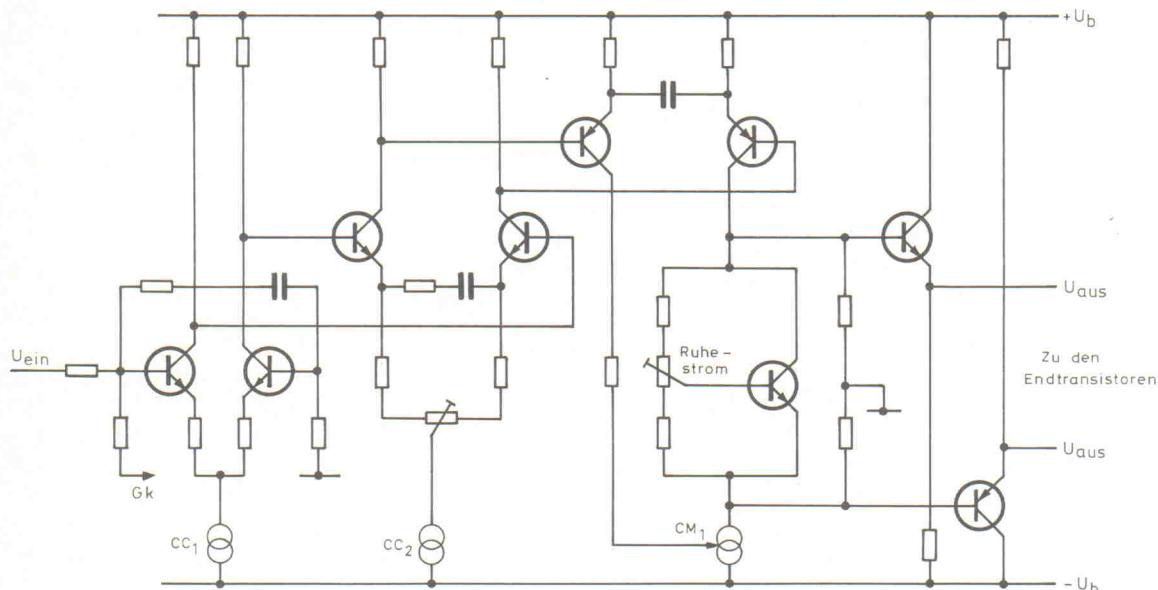
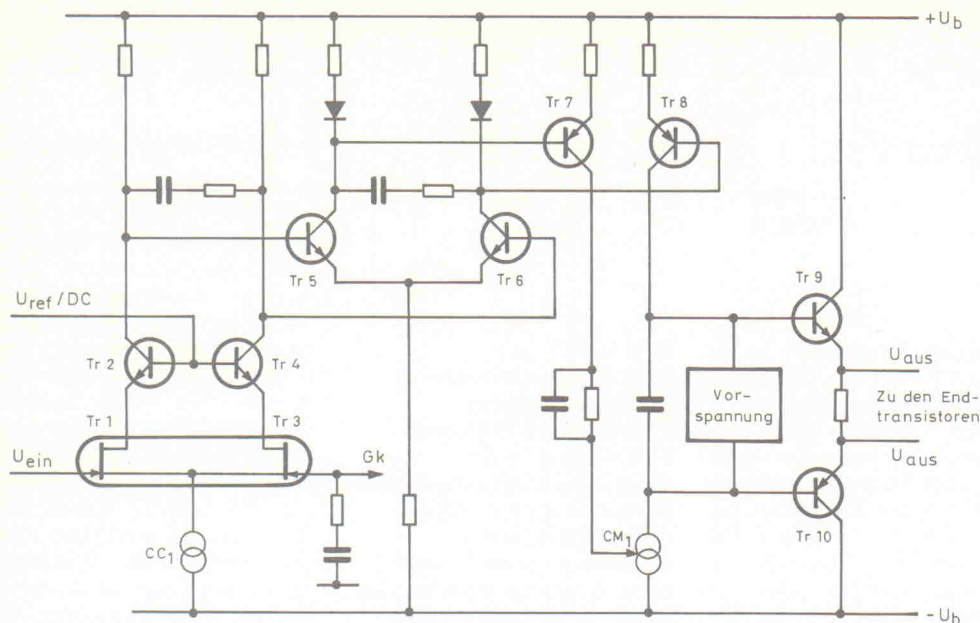

Bild 2. Schaltungskonzept eines hochwertigen Verstärkers von Lohstroh und Otala mit hoher Verstärkung und Bandbreite.
Bild 3. Pioneers M-90, eine kommerzielle Entwicklung, die auf der Schaltung von Bild 2 basiert.
fen erreicht werden. In einem recht frühen Schaltungsentwurf von Lohstroh und Otala (1), der in Bild 2 gezeigt ist, wird diese Technik verwendet. Allerdings addieren sich die Phasenfehler der aufeinanderfolgenden Stufen und verschlechtern dadurch die Schleifenstabilität der Gesamtschaltung. Nichtsdestotrotz werden derartige Schaltungen kommerziell verwendet: Die in Bild 3 schematisch dargestellte Schaltung des Leistungsverstärkers M-90 von Pioneer zeigt starke Ähnlichkeiten mit dem Entwurf von Lohstroh/Otala. Dieser Schaltungsentwurf zeigt außerdem einen Trend auf, der sich zunehmend in Japan durchsetzt. Er besteht in der Verwendung von Eingangsstufen mit monolithischen Dual-